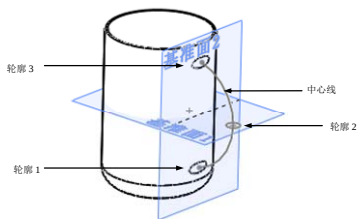

图 3-86 生成的放样轮廓
因为分割线不允许在同一草图上存在两个闭环轮廓，所以要仿照步骤④~⑥再生成一个分割线。不同的是，这个轮廓在中心线的另一端，如图 3-86 所示。